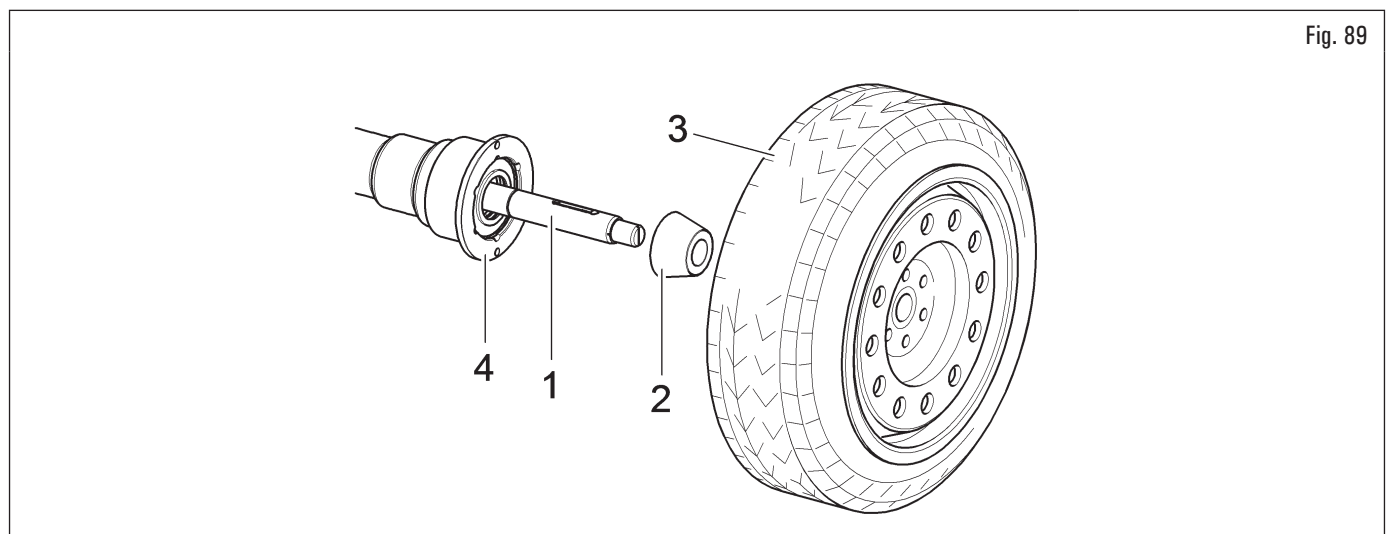

Fig. 89
2. libérer la roue (Fig. 89 réf. 3) de tout corps étranger : poids déjà existants, pierres et boue, et s'assurer que le mandrin (Fig. 89 réf. 1) et la zone de centrage de la jante soient propres, avant de monter et fixer la roue sur le mandrin ;
3. choisir attentivement le cône (Fig. 89 réf. 2) approprié à la roue à équilibrer. Le choix de ces accessoires est lié à la forme de la jante. Positionner la roue (Fig. 89 réf. 3), en montant le cône (Fig. 89 réf. 2) sur le mandrin (Fig. 89 réf. 1) avec attention (sans quoi, ce dernier risque de se gripper) jusqu'à ce qu'il butte contre le flasque d'appui (Fig. 89 réf. 4) ;